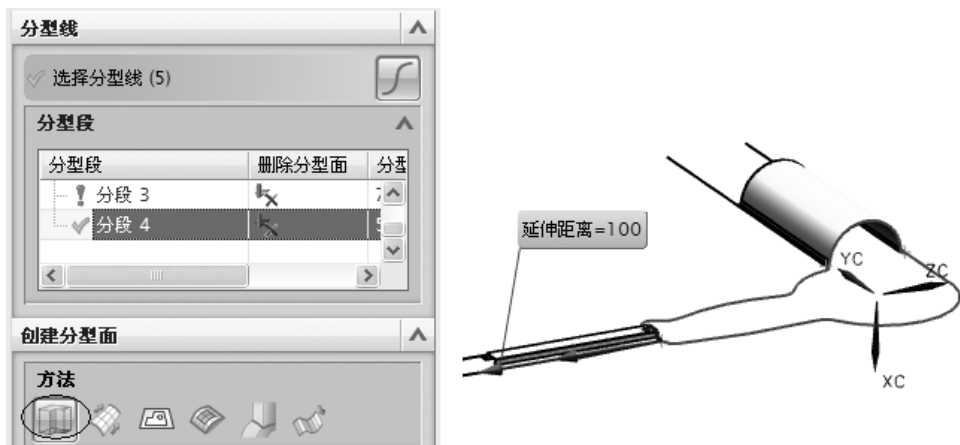

图 10-30 分段 4 创建分型面
(10) 对分段 4 采用拉伸的方法, 创建分型面, 如图 10-30 所示。